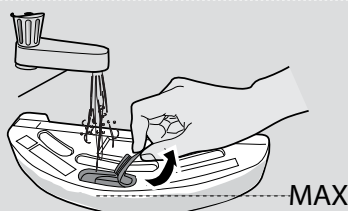

Fig. 14
2. Åben vandtankens gummihætte, fyld tanken op med vand, og luk den igen. [Fig. 14]